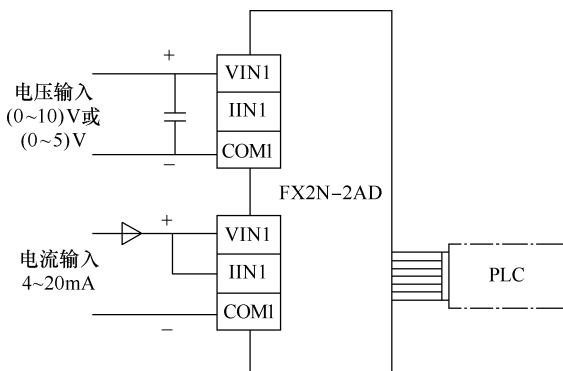

图 6-5 FX2N-2AD 的接线
1. FX2N-2AD 的接线（见图 6-5）。
2) 对于电流输入，应按照如图 6-5 所示短接 VIN1 和 IIN1。
3) 当电压输入存在电压波动时，连接一个 0.1 ~ 0.47 μ F/DC25V 的电容器，如图 6-5 所示。